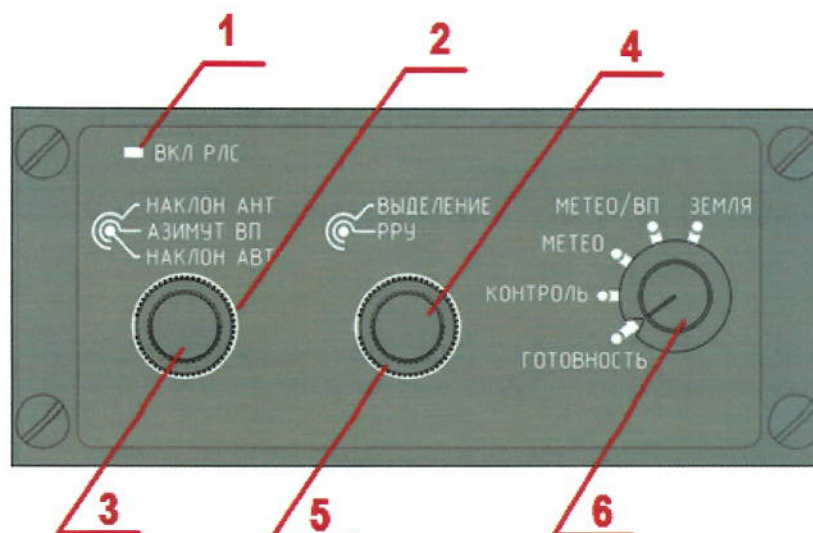

Рисунок 2 – Органы управления пульта управления А813-4905
При этом от бортовой сети подаются питающие напряжения 27 В постоянного тока в изделие и в ПУ, при этом на ПУ загорается светодиод ВКЛ. РЛС (см. рисунок 2, поз. 1) в левой верхней части передней панели ПУ, свидетельствующий о включении вторичных источников питания.
Расположение органов управления на лицевой панели ПУ А813-4905 приведено на рисунок 2.
- ручка НАКЛОН АНТ (рисунок 2, поз. 2) позволяет управлять положением антенны в вертикальной плоскости. При повороте ручки по часовой стрелке антенна перемещается вверх, при повороте против часовой стрелки – вниз. Значение угла наклона отображается на экране СЭИ;
- ручка АЗИМУТ ВП (рисунок 2, поз. 3) позволяет выбрать азимутальное направление, для которого производится отображение вертикального профиля метеообразования в режиме «Метео/ВП». При вращении ручки АЗИМУТ ВП в режиме «Метео» на экране СЭИ поверх РЛС изображения появляется линия белого цвета, проходящая от символа ВС в нижней части экрана до конечной дуги дальности. Вращение ручки АЗИМУТ ВП приводит к изменению азимутального
- при нажатии на ручку АЗИМУТ ВП (рисунок 2, поз. 3) включается режим автоматического управления наклоном антенны (включение этого режима отображается на экране СЭИ);
- ручка РРУ (рисунок 2, поз. 4) позволяет регулировать усиление приемного устройства с целью устранения засветов от наземных объектов на малых дальностях и получения равномерной засветки от земной поверхности в режиме «Земля». В режимах «Метео» и «Метео/ВП» эта ручка позволяет увеличить усиление приемного устройства для наблюдения за метеообразованиями, имеющими отражаемость менее 20 дБZ;
- ручка ВЫДЕЛЕНИЕ (рисунок 2, поз. 5) позволяет устанавливать порог обнаружения характерных ориентиров, отражающая способность которых превышает отражающую способность фона земной поверхности. Функция ручки ВЫДЕЛЕНИЕ поддерживается только в режиме «Земля»;